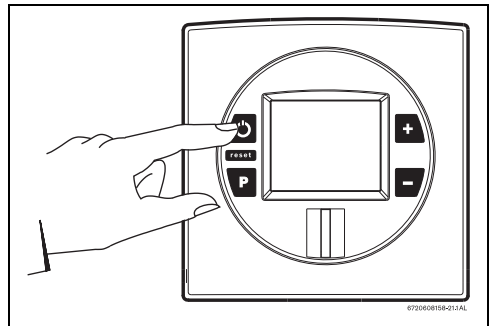

Fig. 13 Conectar/desconectar el aparato
- ▶ Pulse el interruptor principal ON/OFF (Fig.13).
- ▶ Pulse nuevamente el interruptor principal ON/OFF (Fig.13).
Al pulsar el interruptor principal hacia la posición de funcionamiento (fig. 13), el aparato está listo para funcionar.